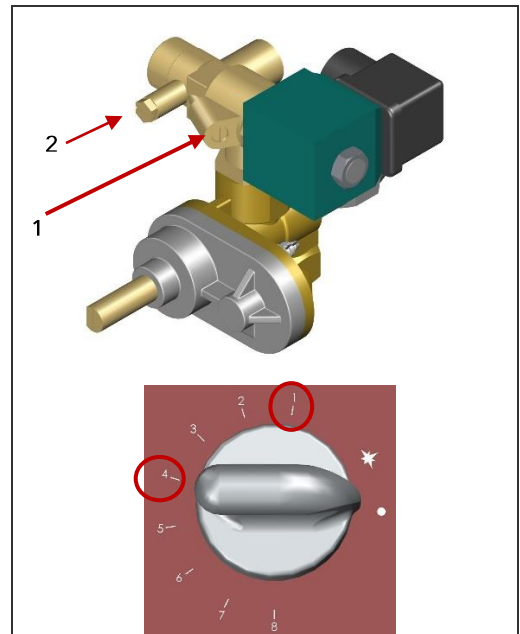

Fig. 14
- Régler la vis (Fig14 Rep1) visser pour diminuer le ralenti et dévisser pour l'augmenter.
- La pression peut être mesurée sur la prise de pression (Fig14 Rep2)